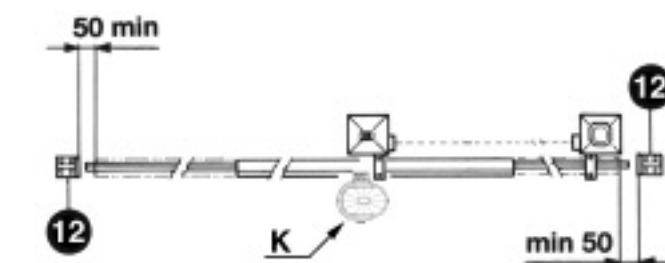

Fig. 2
- Ausser der elektrischen und mechanischen Endschanter, die mit der Steuerung verbunden werden ist es ratsam einen festen Endanschlagpunkt am Boden zu befestigen. Der im gegebenen Fall einer Fehlfunktion der elektronik den Antrieb mit seinen kinetischen und statischer Groesse zum halten bringt (12)(Bild 2).
Es ist notwendig, am Ende der Führung zwei mechanische Stoppvorrichtungen zu befestigen (12) (Abb. 2).